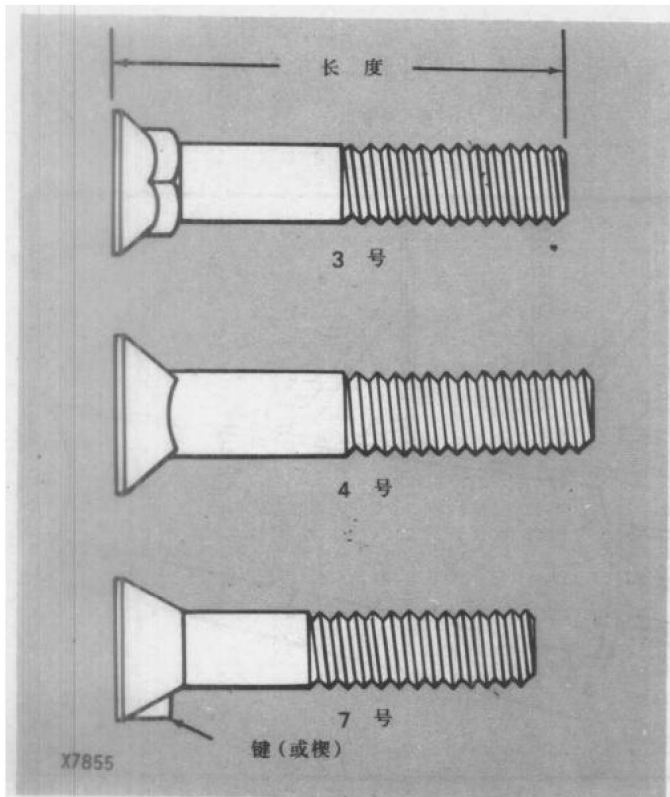

图 32 - 典型型螺栓头部型式
- 3号标识柱形平顶带锥度头,在锥度下面带正方形凸肩。这是用得最多的螺钉,见下页图32。